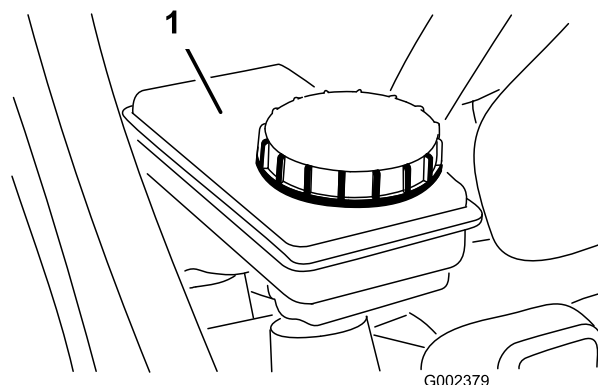

Figura 23
2. O nível do fluido deve estar ao nível da linha Full indicada no reservatório (Figura 23).